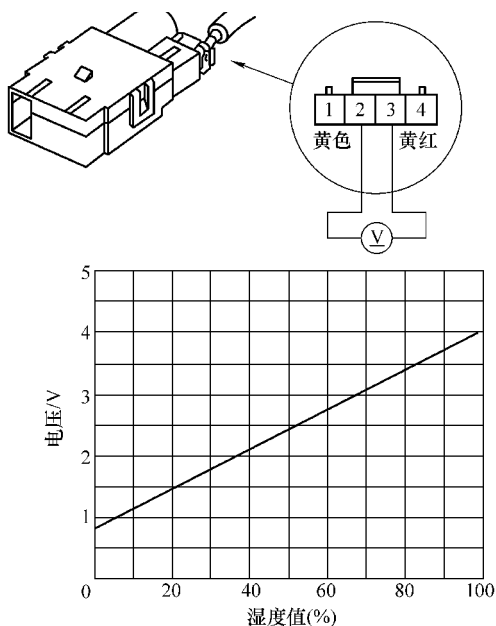

图 13-8 湿度传感器的测试方法
3) 将点火开关转至 ON (II) 位置, 或按下 engine start/stop (发动机起动/停止) 按钮以选择 ON 模式。在连接器连接时, 将 (+) 探针放到 2 号端子上并将 (-) 探针放到 3 号端子上, 测量两个端子之间的电压, 如图 13-8 所示。